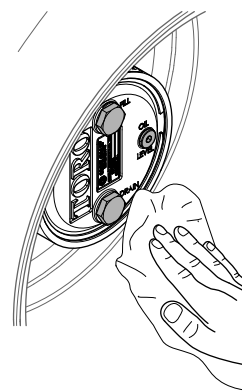

Figura 105
- Pulite l'alloggiamento degli ingranaggi planetari e la scatola del freno (Figura 105).